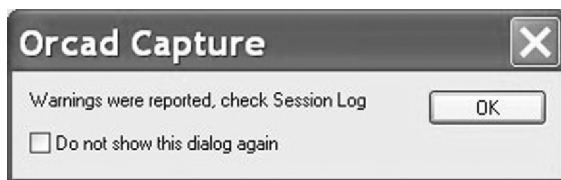

图 3.17 警告信息
6. 删除接地符号，然后重新对电路进行仿真。将会看到如图 3.17 所示的警告信息对话框，以提示仿真人员对状态记录进行检查。
8. 在如图 3.17^①所示的警告信息对话框中单击 **OK** 按钮，运行 PSpice 仿真。